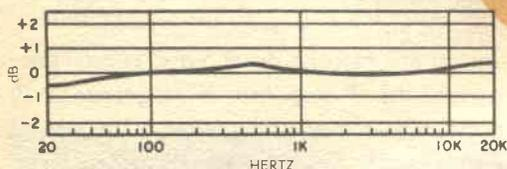
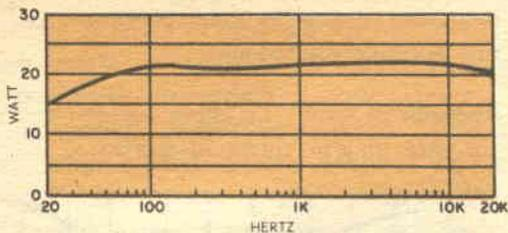

Fig. 1
Fig. 3
**Risposta di frequenza** - La risposta di frequenza di un amplificatore può essere fornita in forma tabulare come nella *tabella 1*, o sotto forma di una curva come in *fig. 1*. Una semplice occhiata alla curva dà tutte quelle indicazioni che si ricavano da un'at-
L'amplificatore la cui curva è illustrata in *fig. 1* ha un'ottima risposta di frequenza. La sua uscita è per lo più piatta sull'intera gamma udibile da 20 Hz a 20.000 Hz in quanto resta compresa entro 0,5 dB a partire dal centro della linea di riferimento. Poiché le nostre orecchie non possono percepire mutamenti inferiori a 1 dB, non sentiremo alcun cambiamento di livello sull'intera banda.
La *fig. 2* mostra la risposta di frequenza di un altro amplificatore, che è ancora discreta ma non buona come quella di *fig. 1*; essa cade infatti a 10.000 Hz ed è sotto di 2 dB a 20.000 Hz.
La curva di *fig. 3* rappresenta la risposta di potenza dell'amplificatore la cui risposta di frequenza è data in *fig. 1*. Anche ora si può notare che questo amplificatore è eccellente: infatti la sua massima potenza a 20 Hz è inferiore di soli 5 W al valore di potenza massima; a 50 Hz è nettamente superiore a 20 W, e a 20.000 Hz la curva comincia appena a discendere.